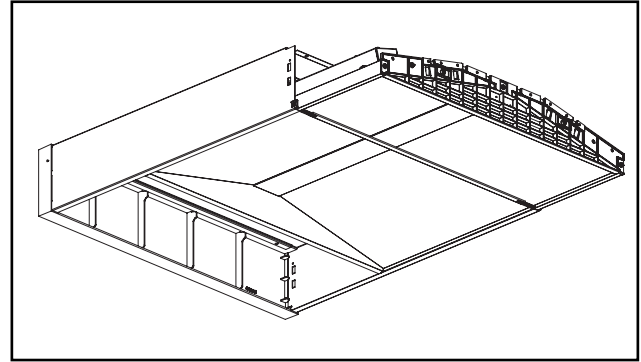

Figura 3.
3. Inserte la luminaria dos tercios del tramo en el kit de montaje en superficie. (Levante y deslice la luminaria por el kit para superficie para evitar dañar los sujetadores del marco de la puerta). Realice todas las conexiones eléctricas de acuerdo al código local. (ver Figura 3)